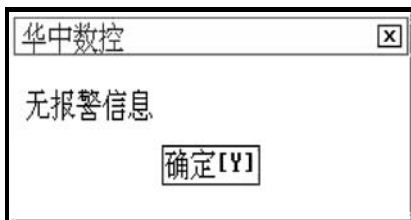

图 10.1.1 提示无报警信息
- (1) 在故障诊断子菜单下（图 10.0.1），按 **F6** 键，如果没有报警信息显示将弹出如图 10.1.1 所示对话框；